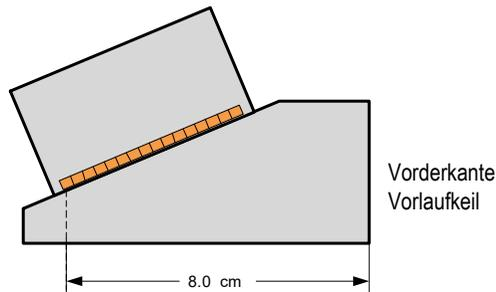

Abbildung 4-6 Winkel des Vorlaufkeils
- a) Wählen Sie **Winkel Vorlaufk.** aus und geben Sie den Winkel des Vorlaufkeils ein (siehe Abbildung 4-6 auf Seite 116).